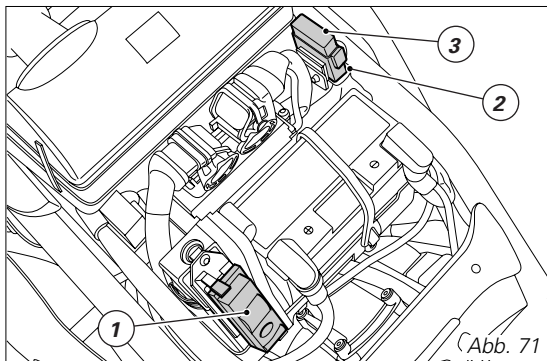

Abb. 71
Der Hauptsicherungskasten (Abb. 71) befindet sich auf der linken Seite der Batterie. Die verwendeten Sicherungen sind nach dem Abnehmen des Schutzdeckels (1), auf dem die Einbauordnung und der jeweilige Wert in Ampere angegeben sind, zugänglich. Nur sechs Sicherungen sind an der Anlage angeschlossen; zwei sind Ersatzsicherungen.
Die Sicherung mit 40A (2), die auf der rechten Seite der Batterie (Abb. 71) liegt, schützt den elektronischen Spannungsregler. Um an die Sicherung zu gelangen, muss man die Schutzkappe (3) abnehmen.